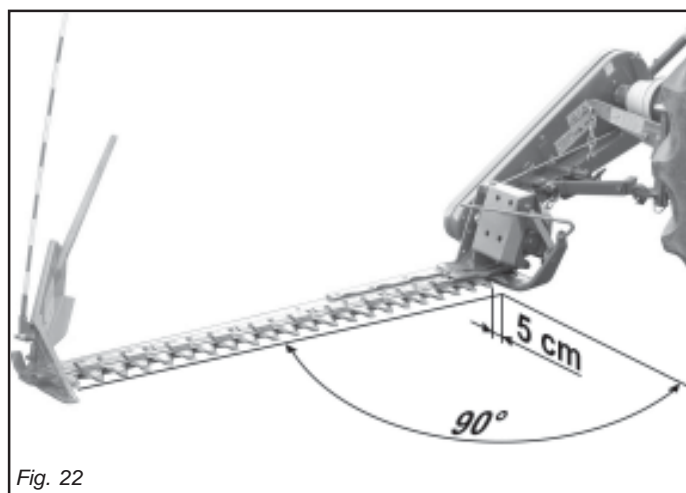

Fig. 22
- Centrer la faucheuse en agissant sur les tirants du tracteur, de façon que, la faucheuse étant bloquée sur trois points, la pointe extérieure de la barre soit déplacée en avant de 5 cm. environ par rapport à la perpendiculaire au tracteur d'environ 5 centimètres (Fig. 22).